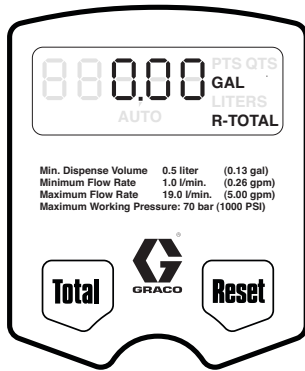

図 17
2. [合計] ボタンを押して保持します。リセット可能合計量が表示されます（図 17）。
測定単位がガロン、クオート、またはパイントの場合、リセット可能合計はガロンで表示されます（図 17）。測定単位がリットルの場合、リセット可能合計はリットルで表示されます。